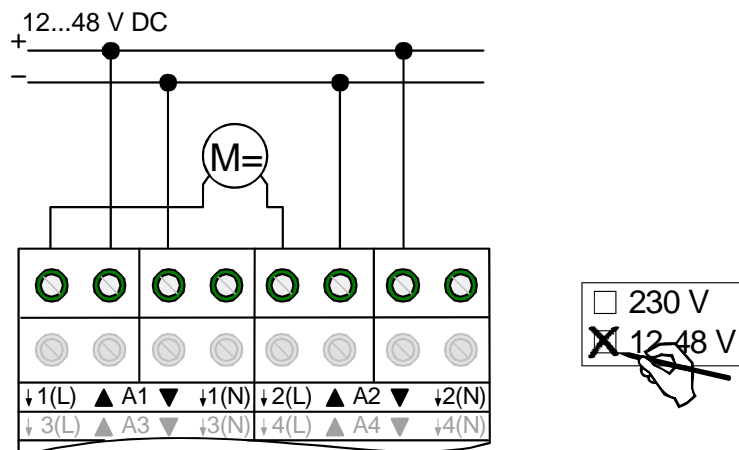

Bild 4: Elektrischer Anschluss für 12 ... 48 V-Antriebsmotoren
- Antriebsmotoren gemäß Bild 4 anschließen (Anschlussbeispiel).